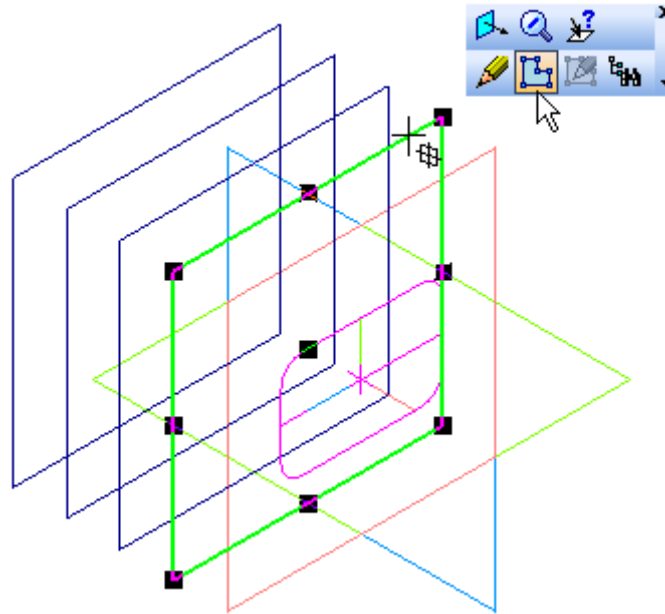

Рисунок 14
- Создайте новый эскиз на Смещенной плоскости:1 (рис. 14).